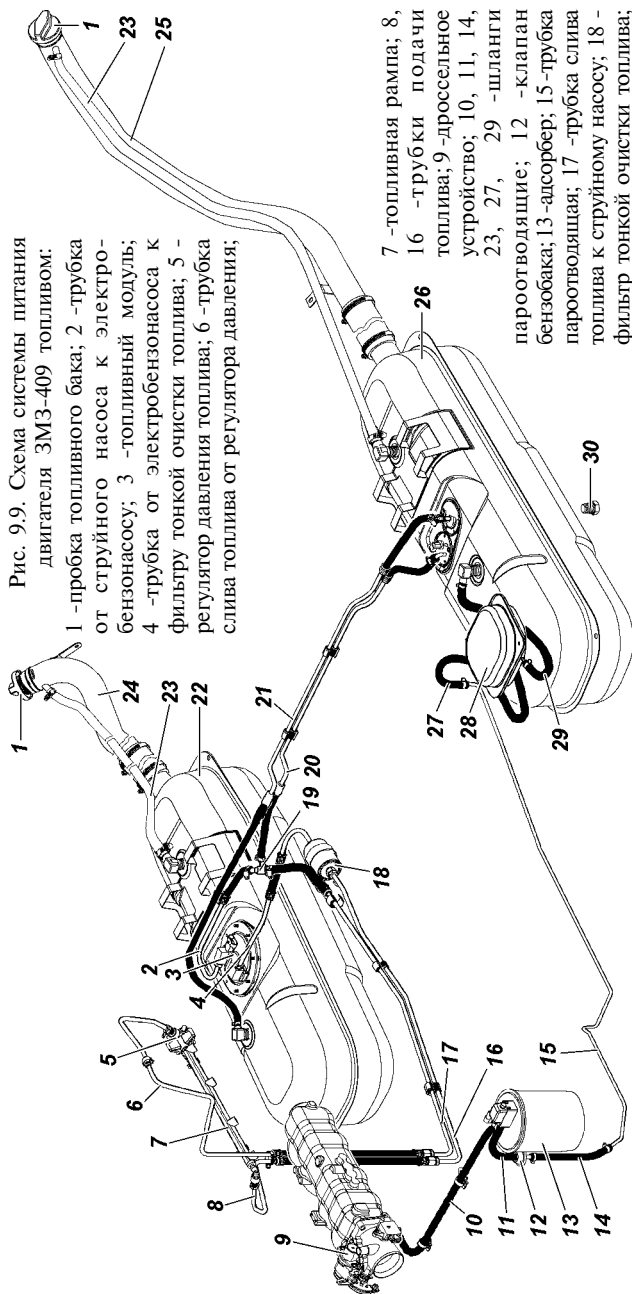

Рис. 9.9. Схема системы питания двигателя ЗМЗ-409 топливом:
Топливные баки 22, 26 (рис. 9.9) и 18, 22 (рис. 9.10). Обслуживание топливных баков заключается в периодической промывке фильтра топливного модуля (правый бак), промывке фильтра приемной трубки указателя уровня топлива (левый бак) и промывке самих баков.
Периодически сливайте отстой, отвернув пробку 30 (рис. 9.9) или 26 (рис. 9.10) снизу бака.
- слейте топливо, отвернув пробку 30 (рис. 9.9) или 26 (рис. 9.10);
- откройте люк в полу кузова над топливным модулем 3 или отверните болты крепления сепаратора 28 (рис. 9.9) или 24 (рис. 9.10) и выньте его, отсоедините от него шланги;
Топливный модуль 3 (рис. 9.9) погружного типа с датчиком указателя уровня топлива.